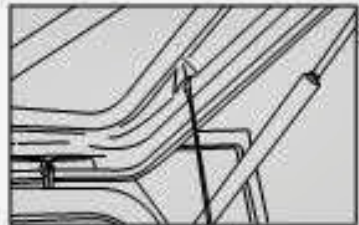

fig. 64
1) Gire o tirante fig. 64 e retire-o do orifício.